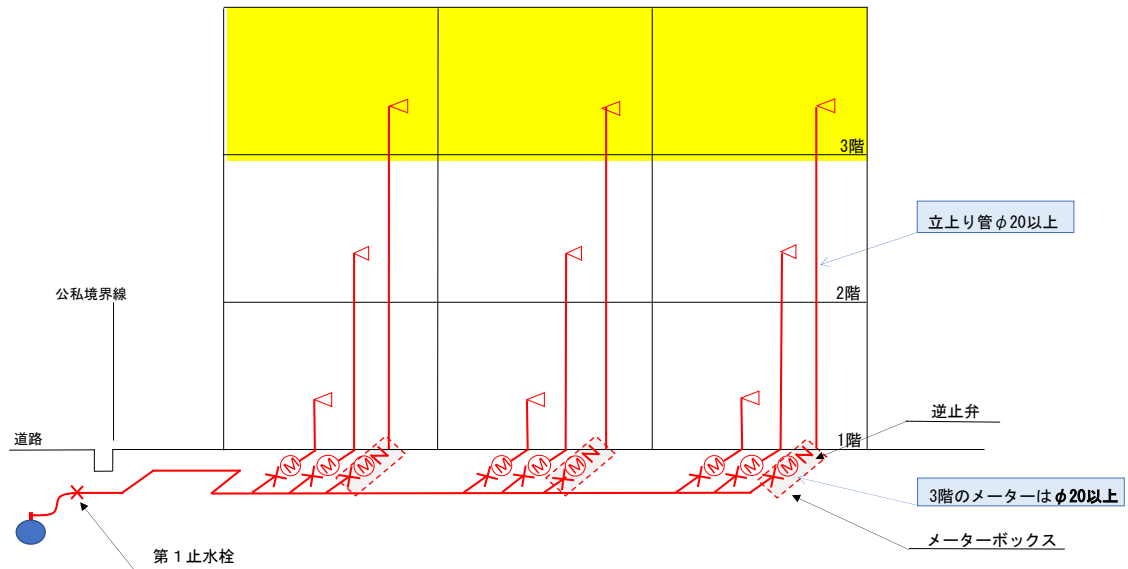

図4-4 集合住宅の地付けメーター設置例
- (1) 事務所ビル・集合住宅等の場合は、先分岐工法（床下配管）は承認する。
- (2) 3階建て集合住宅の場合、3階部の水道メーター口径は $\phi 20$ 以上。（図4-4）